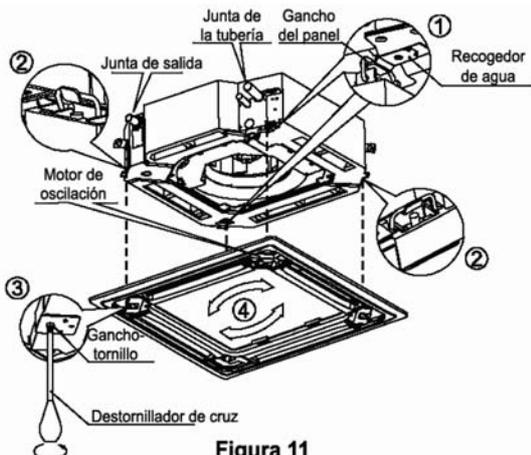

Figura 11
- Alinee correctamente el motor de oscilación del panel con las juntas de las tuberías del cuerpo. (Vea la figura 11)
flecha de la figura 11 (4) para adaptar su centro al centro de la abertura del techo. Asegúrese de que los ganchos de las cuatro esquinas están bien sujetos.